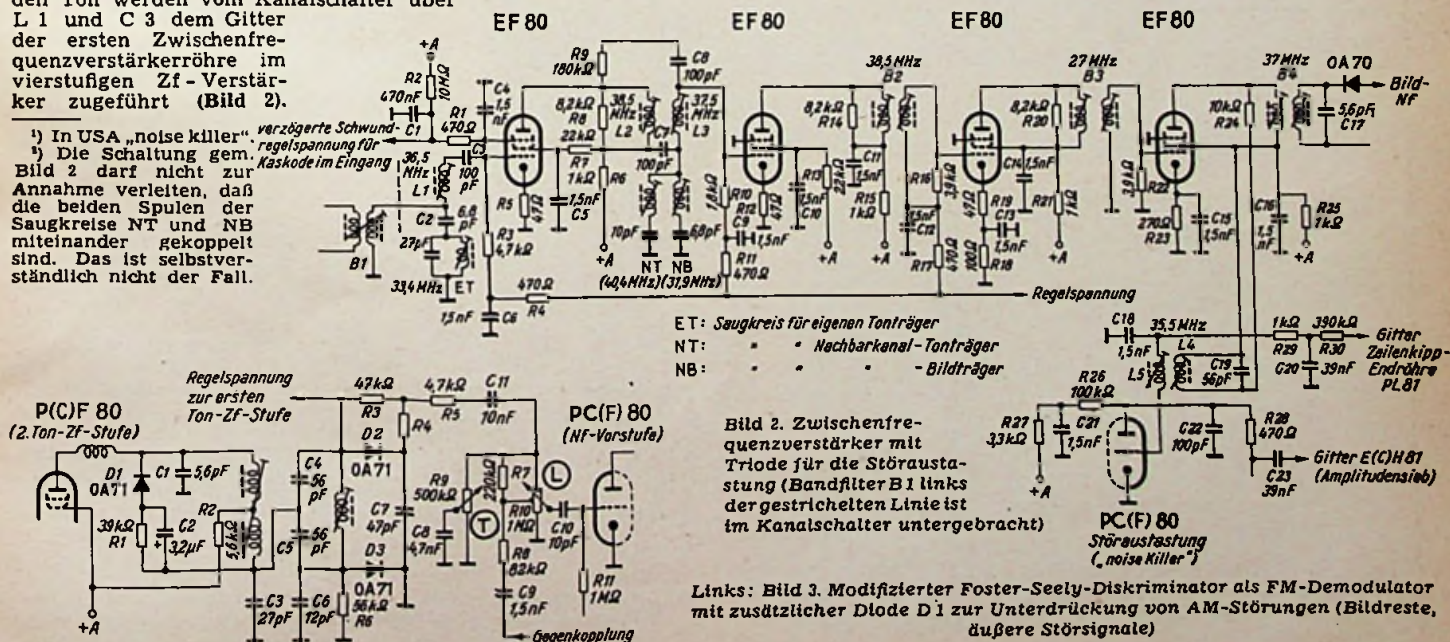

Bild 2. Zwischenfrequenzverstärker mit Triode für die Störaustattung (Bandfilter B 1 links der gestrichelten Linie ist im Kanalschalter untergebracht)
**Störunterdrückung:** Im Gerät Leonardo ist für die Unterdrückung von Störungen aller Art keine Störaustattung mit der Röhre EH 90 vorgesehen. Vielmehr wird dem Anodenkreis der vierten Zf-Röhre eine Teilspannung der Zwischenfrequenz entnommen und selektiv über C 19/L 4/L 5 (Bild 2) der Triode PC(F) 80 zugeführt. Die Störimpulse erfahren eine Gleichrichtung, und die resultierenden Gleichspannungsimpulse sperren jeweils das Amplitudensieb, die Heptode E(C)H 81, so daß Störspitzen keinerlei Einfluß auf die Ablenkergeräte ausüben können. Man gibt aber auf das Gitter der Triode nicht die gesamte Zwischenfrequenz, sondern nur ein Band von 2 MHz Breite mit 35,5 MHz als Mittelfrequenz, so daß die abgegriffene Zf-Spannung weit genug vom